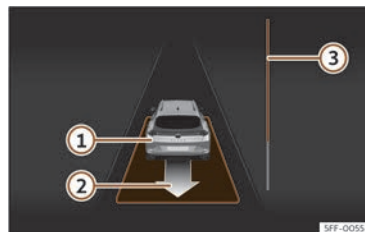

Fig. 153 Sur l'écran du combiné d'instruments : sortir d'une place de stationnement en créneau.
- Reculez jusqu'à ce que retentisse le signal continu du ParkPilot ; **OU** : reculez jusqu'à ce que l'indication de passer en marche avant apparaisse sur l'écran du combiné d'instruments. La barre de progression >>> **fig. 153** **③** indique la distance à parcourir.